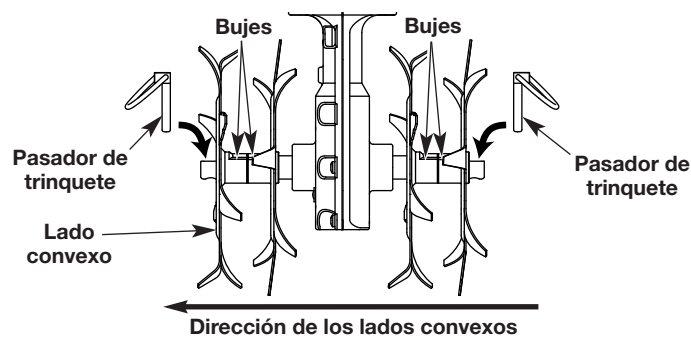

Fig. 8
3. Quite los pasadores de trinquete de cada uno de los extremos del eje de los dientes (Fig. 8). Saque los dientes deslizándolos del eje.
5. Coloque los dientes nuevos deslizándolos en su lugar con los núcleos mirando uno hacia el otro (Fig. 8).
6. Asegure los dientes nuevos al eje con los pasadores de trinquete (Fig. 8).